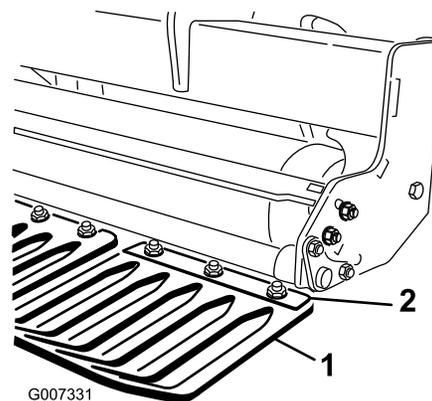

Bild 17
- Lockern Sie die Muttern, mit denen die Klemmen der Rasenschutzvorrichtung an der Werkzeugleiste der Rasenschutzvorrichtung befestigt sind (Bild 17).